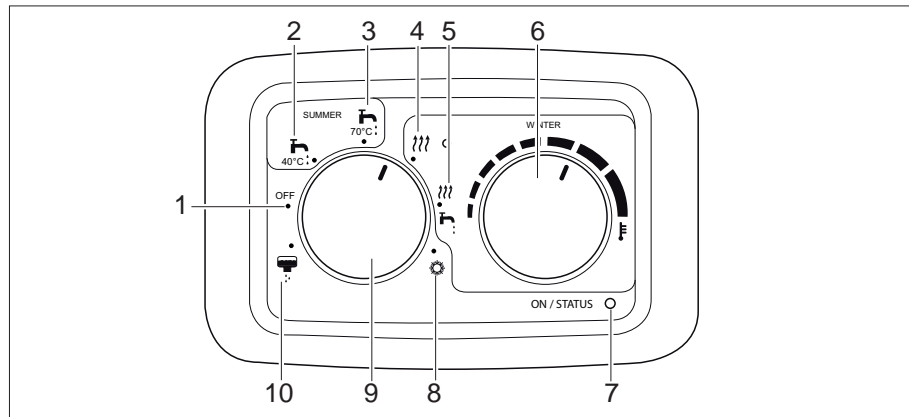

Bild 195 Panel Webasto dieselvärme
Värmeapparaten används för beredningen av varmt dricksvatten. Vattnet värms upp och hålls på temperaturer på 40 °C eller 70 °C. Varmluftsfälkten för uppvärmning av interiören är inte aktiverad. Om vattentemperaturen sjunker under ett bestämt värde startas förbränningen på nytt. Indikeringen (Bild 195,7) på kontrollpanelen lyser grönt så länge som apparaten är påslagen.
Slå på: ■ Ställ in driftväljaren (Bild 195,9) på somnardrift, vattentemperatur 40 °C (Bild 195,2) eller 70 °C (Bild 195,3).
Effektindikeringen (Bild 195,7) lyser grönt och indikeringen på driftväljaren (Bild 195,9) tänds i rött.
Slå från: ■ Ställ driftväljaren (Bild 195,9) på "Off" (Bild 195,1).
- Ställ in innertemperaturväljaren (Bild 195,6) på den önskade termostatinställningen för innertemperatur.
- Ställ in driftväljaren (Bild 195,9) på vinterdrift, uppvärmning utan varmvattenberedning (Bild 195,4).
Effektindikeringen (Bild 195,7) lyser grönt och indikeringarna på driftväljaren (Bild 195,9) och innertemperaturväljaren tänds i rött.
- Ställ driftväljaren (Bild 195,9) på "Off" (Bild 195,1).
- Ställ in driftväljaren (Bild 195,9) på vinterdrift, uppvärmning med varmvattenberedning (Bild 195,4).
Om varmvattenberedaren inte innehåller något vatten och vinterdrift, uppvärmning med varmvattenberedning väljs, avges en varning på kontrollpanelen. Den gröna lysdioden bredvid vinterdrift, uppvärmning med varmvattenberedning (Bild 195,4) börjar blinka.